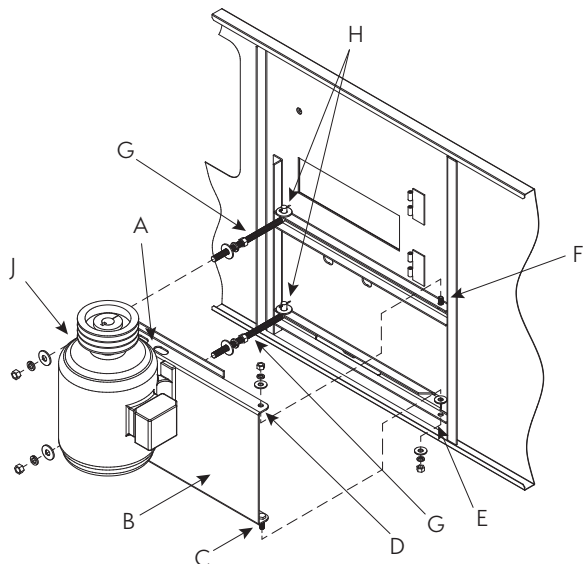

Figura 18a – Instalación de motor externo
1. Observe la **Figura 18a** anterior antes de instalar la base del motor en la unidad.